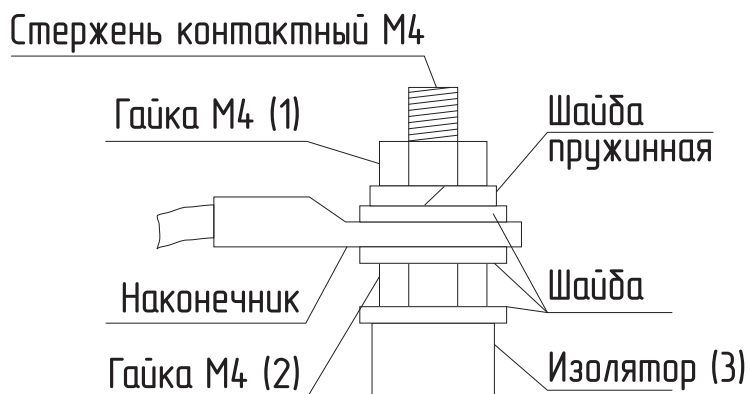

Рис. 16 Присоединение проводов к выводам блок ТЭН
- Гаек на контактных стержнях ТЭН с усилием 1,8 Нм (см. Рис. 16);
- При замене блока ТЭН присоединение фазных проводов к выводам блока ТЭН производить согласно **Рис. 16**. Сечение кабеля указано в **Табл. 2** и **Табл. 3**.
- Провод нейтрали «N» подключить на перемычку блока ТЭН (**Рис. 16**).